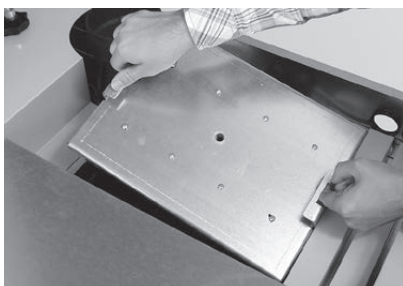
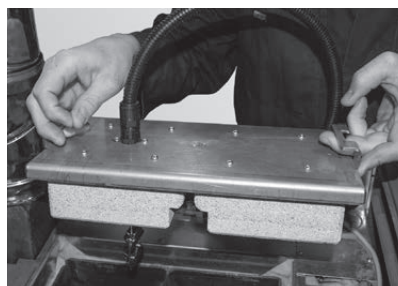

Fig. 69 Estrarre il coperchio
Fig. 70 Estrarre il coperchio, **NON** scollegare il cavo - Caldaia a pellet con collettore di polveri elettrostatico
- Estrarre il coperchio, per le caldaie a pellet con collettore di polveri elettrostatico **NON** scollegare il cavo, ma mettere con cautela il coperchio da parte – Fig. 69, Fig. 70.